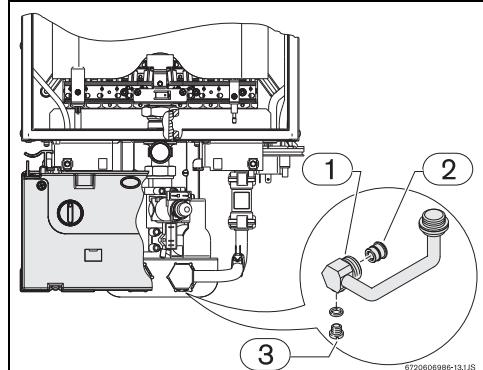

Fig. 11 Tornillo de purgación
- ▶ afloje el tornillo de purgación (Fig. 11) situado en el tubo de entrada de agua.